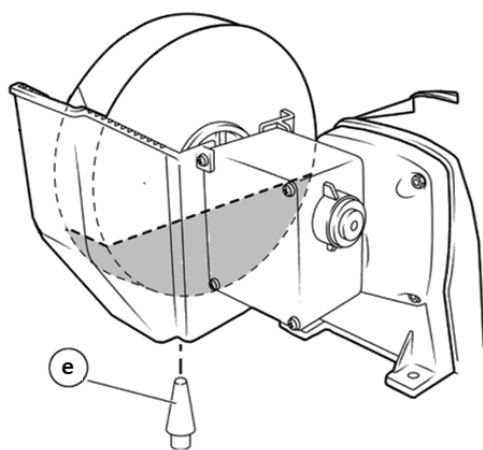

Fig. 5a
- Vidangez l'eau du réservoir d'eau (2) en retirant le bouchon de vidange (e). Voir la figure 5a.